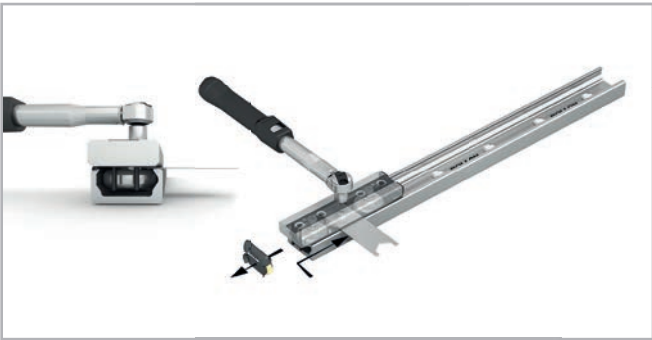

Fig. 153
- rodamiento a ajustar. (Fig. 153). Utilice la llave plana en el hexágono del perno giratorio.
- (7) Gire la llave de ajuste plana en el sentido de las agujas del reloj para que el perno giratorio descentrado entre en contacto con la pista de rodadura opuesta a la de los pernos giratorios fijos ajustados en fábrica, reduciendo así la holgura del cursor a cero. Evite aplicar una precarga elevada, lo que podría causar un desgaste mucho mayor y reducir su vida útil.
- (8) Mientras sujeta el perno giratorio en la posición correcta con la llave de ajuste plana, apriete el tornillo de fijación para asegurar una posición estable del perno. El par de apriete se aplicará posteriormente.
- (9) Mueva el cursor en la guía y controle la precarga a lo largo de toda la longitud de la guía. El movimiento debe ser suave. Si se observa alguna oscilación/holgura o una fuerza excesiva, repita la operación de ajuste. La precarga se optimiza cuando el cursor se desliza suavemente y sin holgura.
- (10) Para cursores con más de 3 pernos giratorios, repita este procedimiento con cada perno giratorio a ajustar. Asegúrese de que todos los rodamientos tienen un contacto uniforme con las pistas de rodadura de la guía.
- (11) Manteniendo la posición angular del perno con la llave plana, apriete todos los tornillos de retención del rodamiento con una llave dinamométrica hasta alcanzar el par de apriete especificado en la Tabla 74.
- (12) Reinstale los rascadores.
- (13) Para las series CSW/CDW, lubrique las pistas de rodadura (ver pág. CR-88).